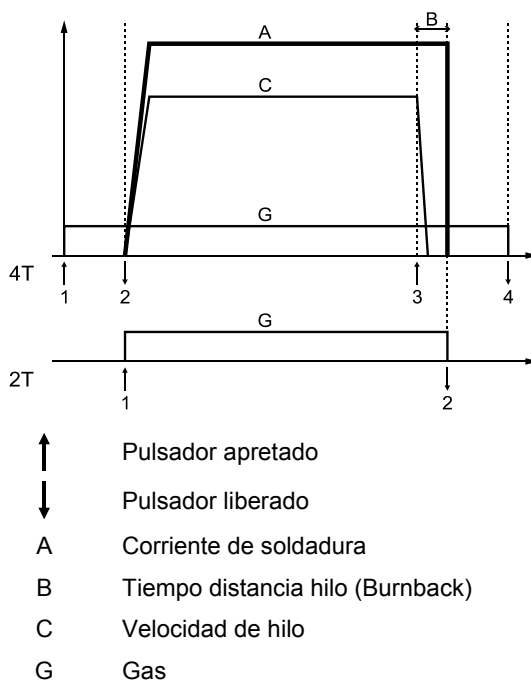

Figura 8.
27. **Conmutador de modo de soldadura:** permite seleccionar el modo 2 pasos o 4 pasos de la antorcha. La funcionalidad del modo 2T/4T se muestra en la figura 8.